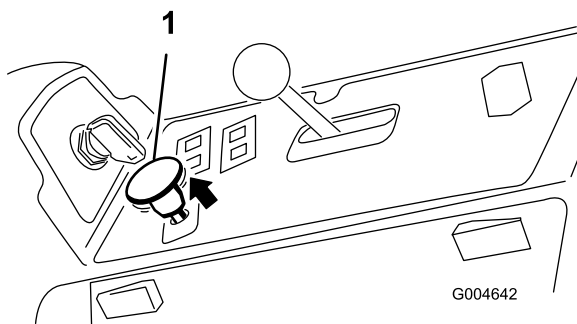

Figura 22
3. Puxe para cima o interruptor da tomada de força para o engatar (Figura 22).